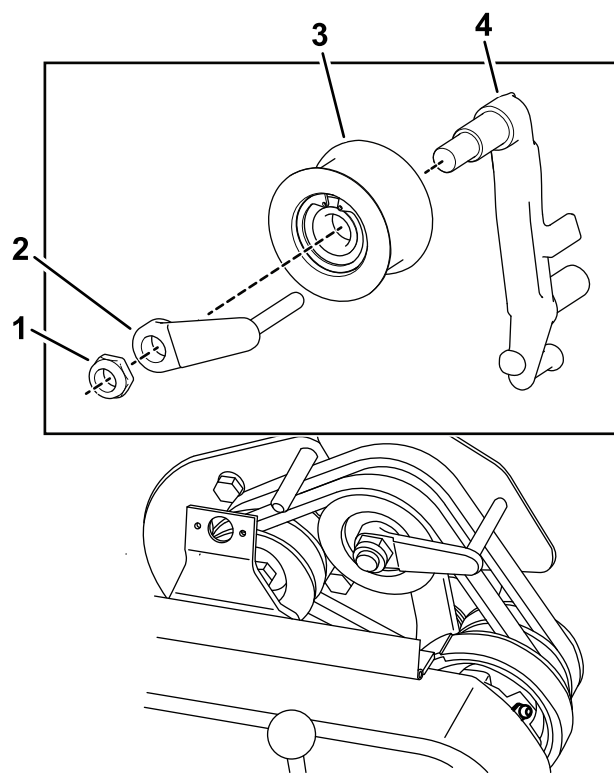

Figura 42
8. Para empurrar ou puxar mais facilmente a máquina sem ligar o motor, ajuste o guia da correia (Figura 42, em destaque) da seguinte forma: